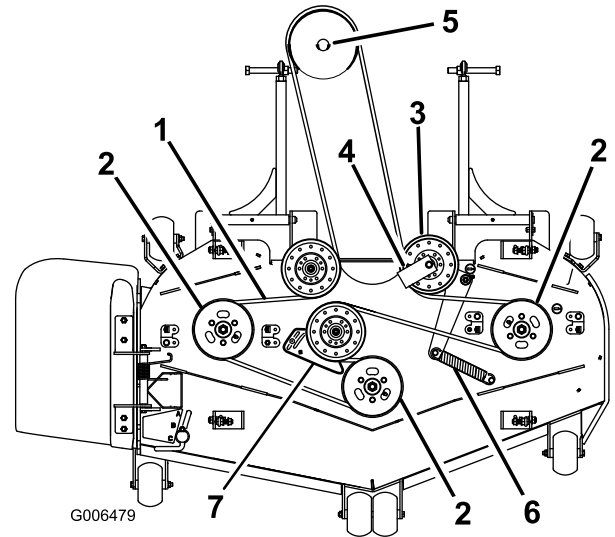
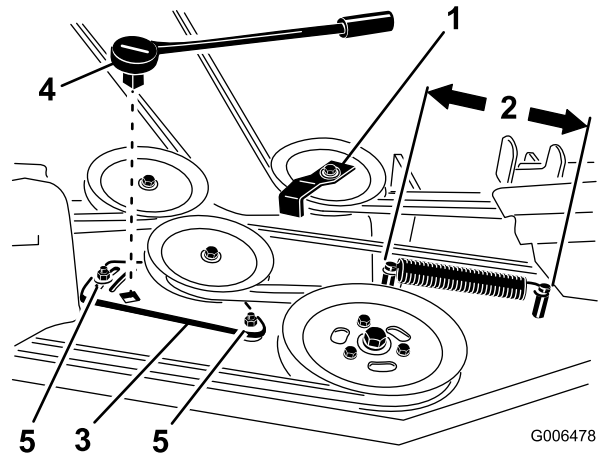

Figura 75
Figura 77
4. Para cortacéspedes de 183 cm (72"), afloje los pernos que sujetan la chapa de la polea tensora (Figura 77).
6. Retire la guía de la correa de la polea tensora tensada con muelle según se muestra en Figura 75 y Figura 77.
8. Pase la correa nueva alrededor de las poleas del cortacésped y de la polea de la caja de engranajes, debajo del motor (Figura 75).
9. Instale la guía de la correa en la polea tensora tensada con muelle con un ángulo de 45 grados, como se muestra en Figura 75 y Figura 77. Apriete el perno a 37–45 N·m (27–33 pies-libra).
10. Instale el muelle tensor en los dos postes (Figura 75 y Figura 77).
4. Mida la longitud del muelle (Figura 77). Si la longitud del muelle es de 25.4 a 26 cm (10" a 10¼") entre los postes, no se necesita ningún ajuste.
5. Afloje los pernos que sujetan la chapa de la polea tensora (Figura 77).
6. Introduzca una llave de carraca en el taladro cuadrado de la chapa de la polea tensora del cortacésped para ajustar la tensión (Figura 77).
7. Gire la llave de carraca para desplazar la chapa de la polea tensora hasta obtener una distancia de 25.4 a 26 cm (10" a 10¼") entre los postes, según se muestra en Figura 77.
8. Manteniendo la tensión de la correa y la longitud del muelle, apriete los pernos que fijan la chapa de la polea tensora (Figura 77).